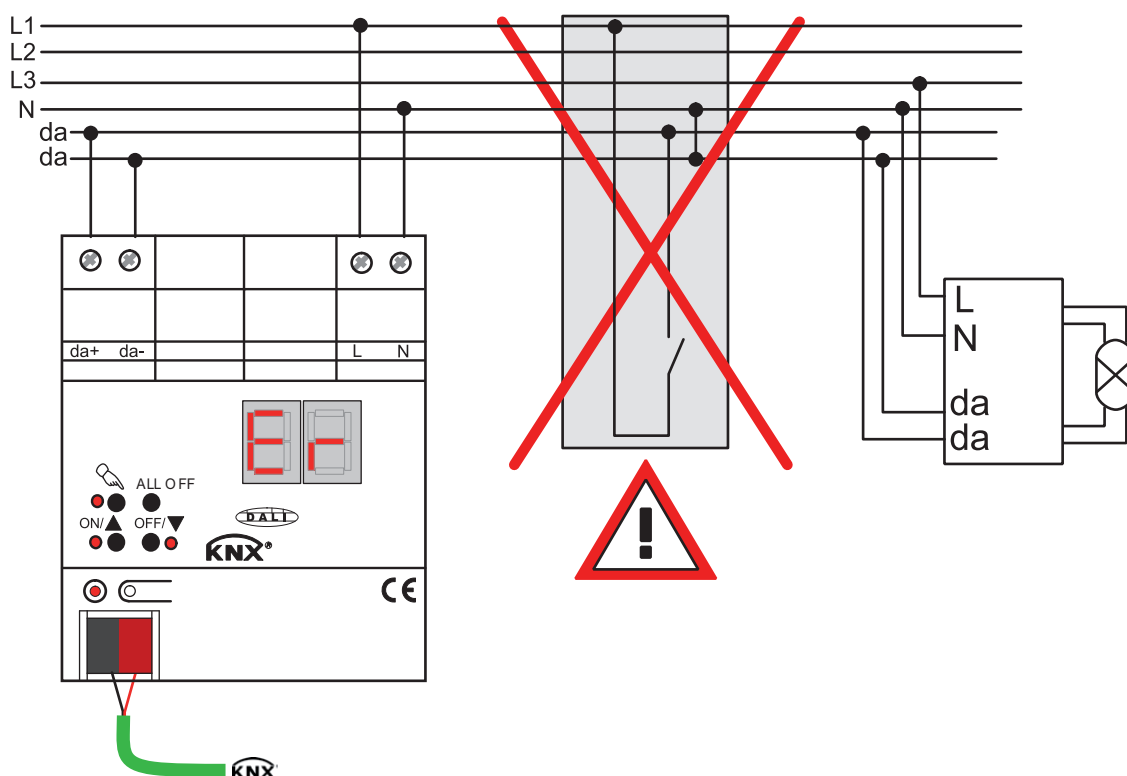

Figure 3: Retirer les autres dispositifs de commande du système DALI
- Retirer tous les dispositifs de commande correspondants ou vérifier qu'il n'existe aucun autre poste de commande (figure 3).